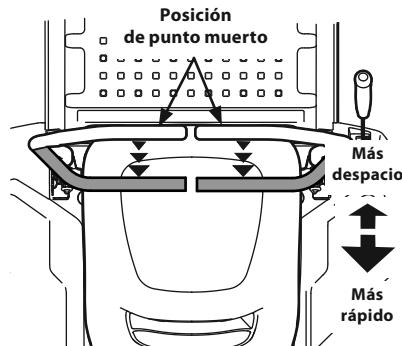

Figura 22
- Mueva las dos palancas de control de la transmisión de barras de seguridad lenta y uniformemente hacia atrás. El tractor comenzará a moverse hacia atrás. Consulte la Figura 22.